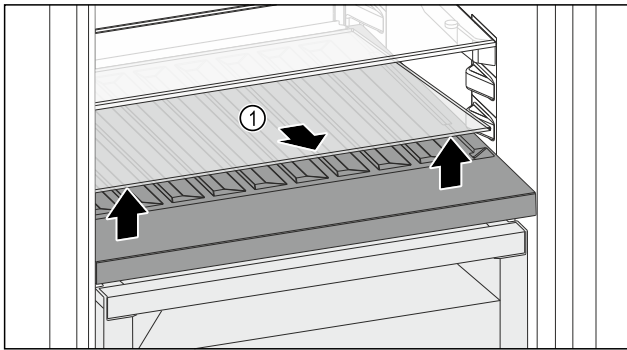

Fig. 144
- Soulever la plaque de verre Fig. 144 (1) au niveau de l'évidement avant et la retirer.
- Entreposer la plaque de verre Fig. 144 (1) dans un endroit sûr hors de l'appareil.
- Insérer la plaque de verre (2) sous le compartiment à bouteilles amovible.